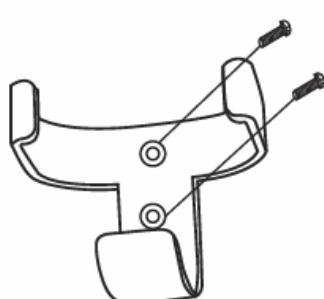

Abb. 12a
1. Suchen Sie eine geeignete Wand, um dort die Wandhalterung der Fernbedienung mit 2 Schrauben anzubringen. (Abb. 12a)